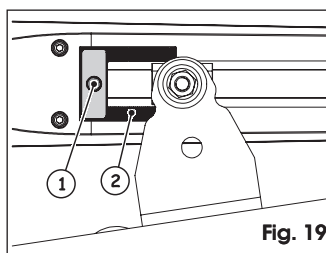

Fig. 19
3. Desserrer la vis de fixation, figure 19 réf. ①. Il n'est pas nécessaire d'extraire complètement la vis.
L'arrêt mécanique travaille accouplé à un secteur denté, figure 19, réf. ②. En cas d'obstacles durant l'actionnement, vérifier que l'accouplement est libre. NE PAS REALISER DE PERÇAGES.